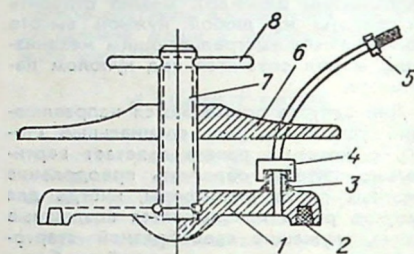

Рис. 4
Устройство специальной крышки показано на рис. 4. Она состоит из следующих деталей: самой крышки бензобака с отверстием (1), прокладки (2), штуцера (3), накидной гайки (4) с трубопроводом, идущим к клапану ПУ-6 универсальной пневмосистемной установки, имеющим на конце штуцер (5) для соединения трубопроводов, траверсы (6), винта (7) и штыря (8) для завертывания винта.